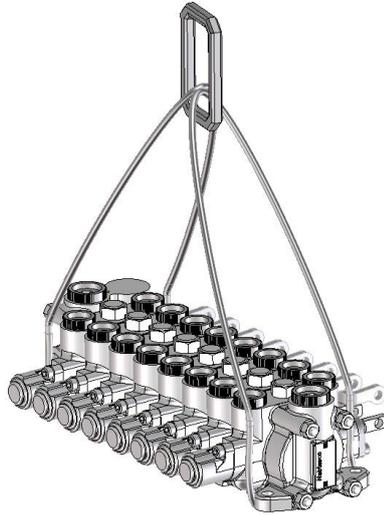

図5-1 吊り具の使用例
- 手順5 本製品の本体に対して吊り具を図5-1のように掛け、確実に固定されていることを確認します。